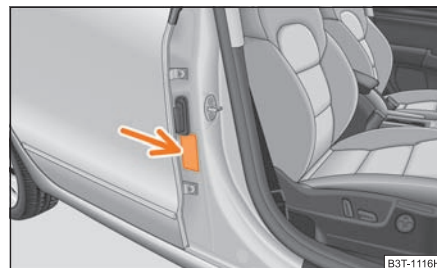

Fig. 180 Adhesivo en el montante central de la carrocería, lado del acompañante
- Este hecho lo indica también el adhesivo que se encuentra en el montante central de la carrocería del lado del acompañante. ⇒ fig. 180 El adhesivo es visible al abrir la puerta del acompañante. Para algunos países se pega el adhesivo también en la visera parasol del acompañante.